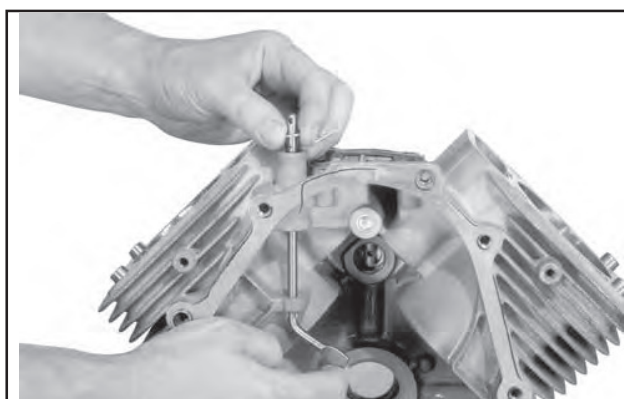

Abbildung 9-76. Herausnahme der Drehzahlreglerwelle.
2. Die Drehzahlreglerwelle gemeinsam mit der kleinen Unterlegscheibe durch den Innenbereich des Kurbelgehäuses herausziehen. Siehe Abbildung 9-76.